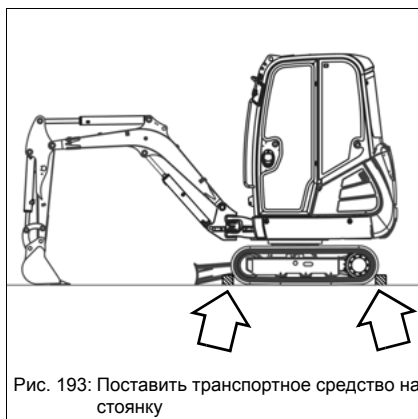

Рис. 193: Поставить транспортное средство на стоянку
13. Предусмотреть для цепей ходового механизма соответствующие защитные приспособления (например противооткатные упоры, колодки), как это показано на Рис. 193.